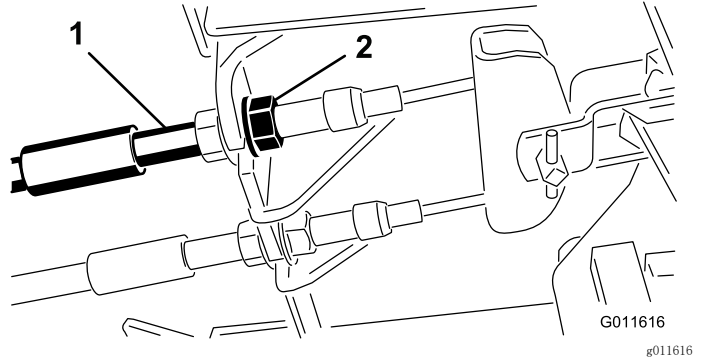

图43
1. 要缩短刹车踏板的自由行程，可以通过松开刹车拉线螺纹端的前螺母，紧固刹车（图43）。